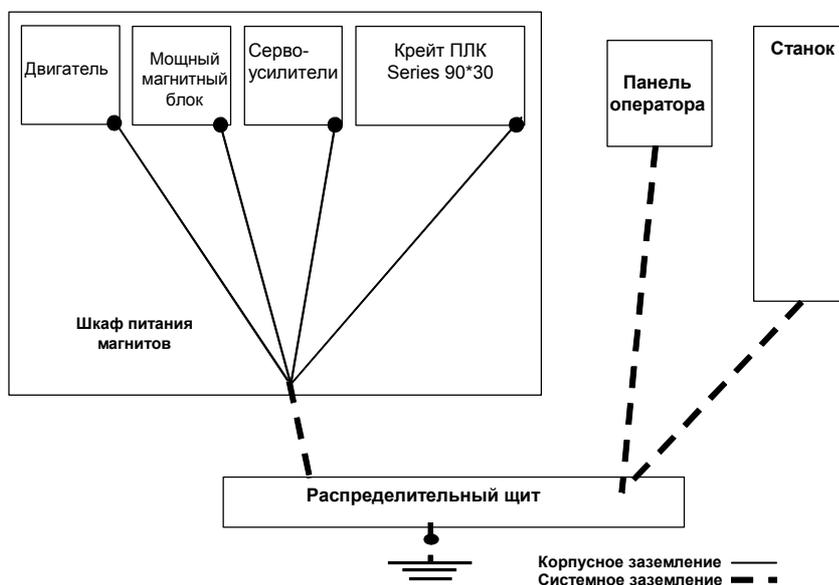

Рис. 2-16. Точки подключения заземления системы Motion Mate DSM314
- Кабель системной земли должен иметь достаточно большое сечение, чтобы быть в состоянии надежно пропустить возможный большой ток на землю, если произойдет, например, короткое замыкание. Обычно минимальное сечение должно быть таким же, как у силового кабеля цепи питания переменного тока. На рис. 2-16 показана система заземления.
- Чтобы соответствовать действующим на месте использования правилам электромонтажа, всегда должно быть выполнено подключение земли усилителя, силовой цепи (PE) и корпуса двигателя. При монтаже в соответствии с предписаниями стандарта СЕ требуется шина заземления и зажим (зажимы) (заказывается отдельно) для перехода от клеммной колодки к кабелю усилителя. Дополнительную информацию см. в разделе "Заземление кабелей Ввода / Вывода" главы 3 "Установка и разводка DSM314".